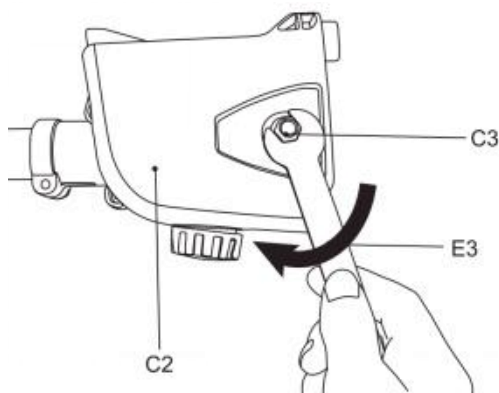

Fig. 12
8) Bringen Sie die Abdeckung (C2) wieder an, zuerst die Rückseite, dann die Vorderseite. Achten Sie darauf, dass der Stift richtig sitzt. Ziehen Sie die verbleibende Mutter (C3) mit dem Montageschlüssel (E3) (Abb. 12) leicht an. Ziehen Sie die Muttern noch nicht vollständig fest, da die Sägekette vorher gespannt werden muss.